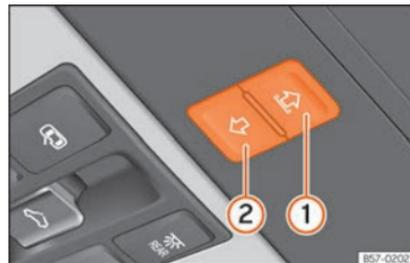

Fig. 105 No revestimento interior do teto: botões da cortina para o sol.
Os botões » Fig. 105 ① e ② têm dois níveis. No primeiro nível pode abrir-se ou fechar-se a cortina para o sol total ou parcialmente.
- *Cortina para o sol:* antes que decorram aprox. 5 segundos desde a ativação da função antientalamento, pressione o botão **Fig. 105** até que a cortina para o sol se feche completamente.